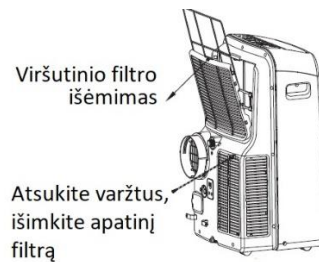

Fig.23
- Filtro išėmimas: prietaise montuojami du filtrai. Išimkite viršutinį filtrą, kaip pavaizduota Fig. 23. Tuomet, atlaisvinę varžtus, išimkite apatinį filtrą, kaip pavaizduota Fig. 23.